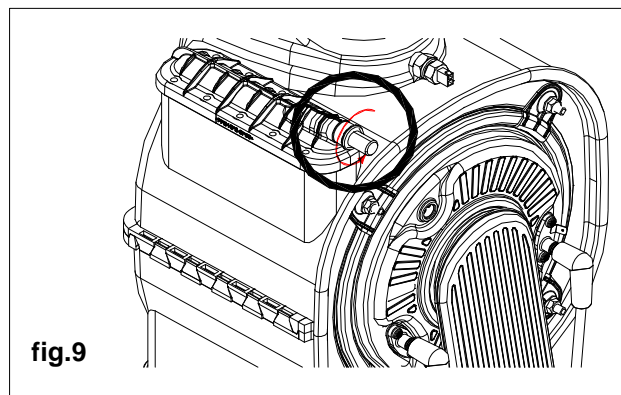

fig.9
- purger le corps de chauffe de la chaudière à l'aide du purgeur situé en haut à gauche du corps de chauffe (**fig.9**) en dévissant légèrement le purgeur ; le refermer après la purge d'air ;